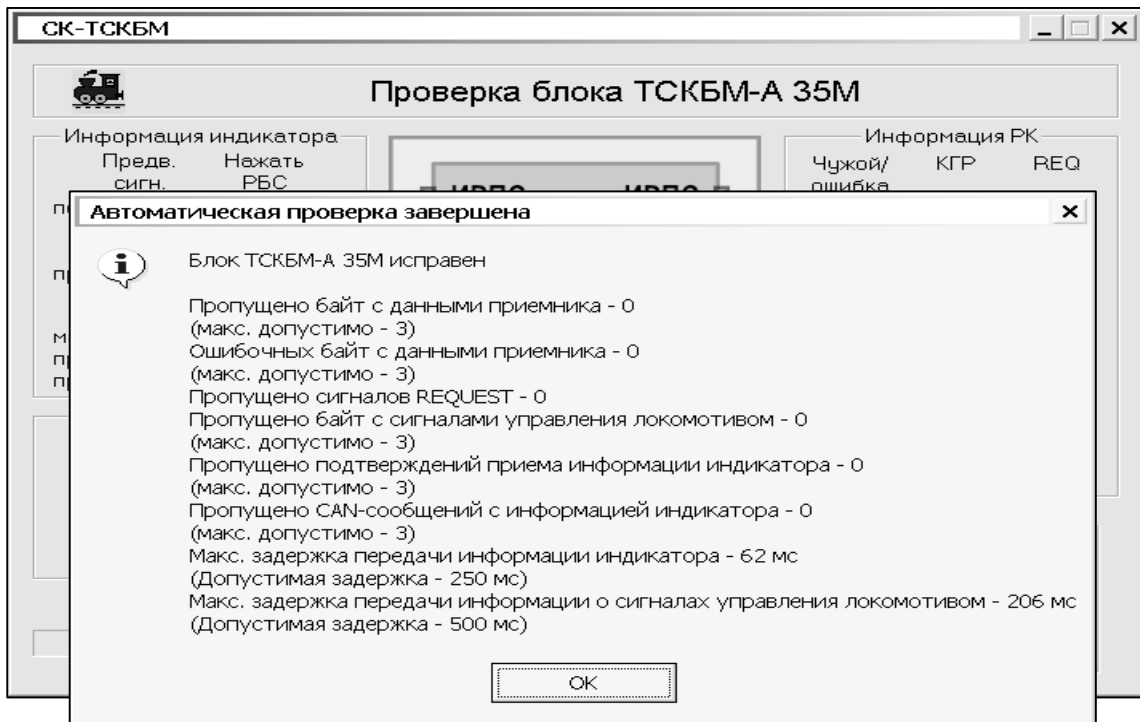

Рисунок 2.72 - Панель проверки блока ТСКБМ-А НКРМ.468363.010-02 из состава ТСКБМ исполнения 35М с применением ТСКБМ-П, сообщение об окончании проверки
- 3) Программа автоматической проверки блока ТСКБМ-А должна закончиться сообщением «**Блок ТСКБМ-А 35М исправен**» и перечнем контролируемых параметров – рисунок 2.72. Проверка контролируемых параметров с допустимыми значениями обязательна.
- 4) Критерием исправного состояния блока ТСКБМ-А является сообщение программы «Блок ТСКБМ-А 35М исправен», см. рисунок 2.72. В случае не исправного блока ТСКБМ-А появится сообщение о неисправности и в контролируемых параметрах на панели (рисунок 2.72) и в протоколе по п.2.4.9.4(3) будет указана информация о выходе параметра за допустимые пределы.